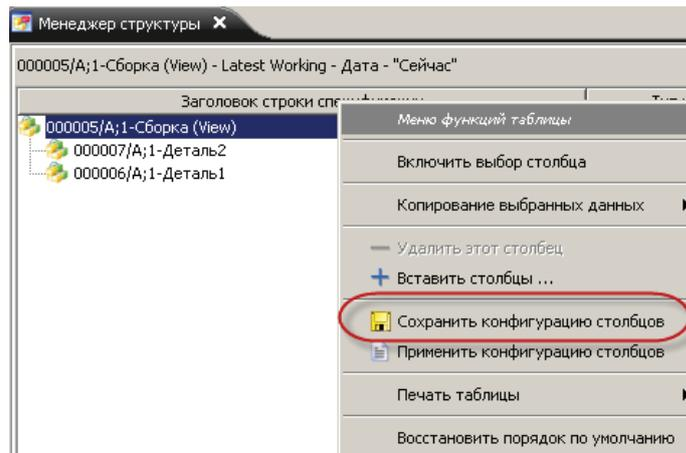

Рисунок 12.10
- подвести курсор к заголовку таблицы и по правой кнопке мыши в контекстном меню выбрать команду **Сохранить конфигурацию столбцов** (рис. 12.10);